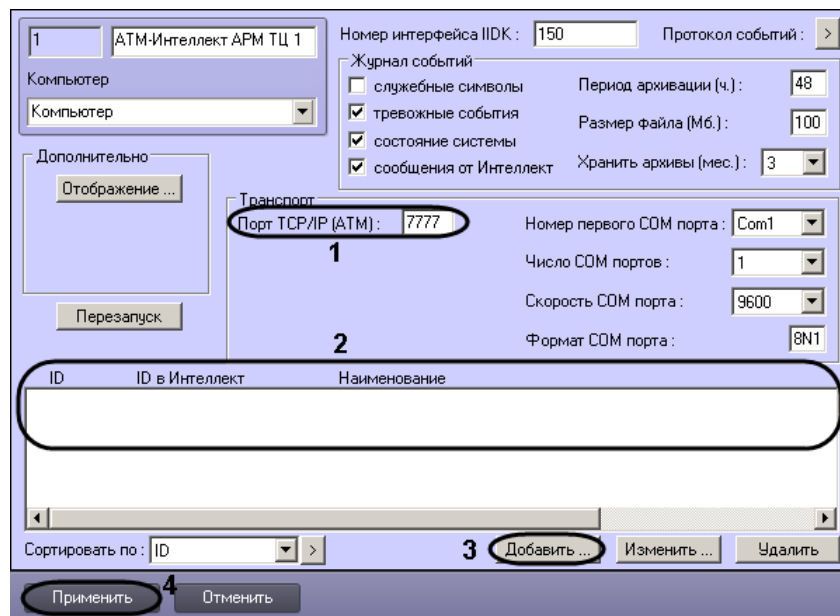

Рис. 7.3—1 Настройка соединения
1. Перейти на панель настройки объекта **АТМ-Интеллект АРМ ТЦ** (Рис. 7.3—1).
2. В поле **Порт TCP/IP (АТМ)** указать номер порта для связи по протоколу TCP/IP с удаленными АТМ-Интеллект АРМ (см. Рис. 7.3—1, 1).